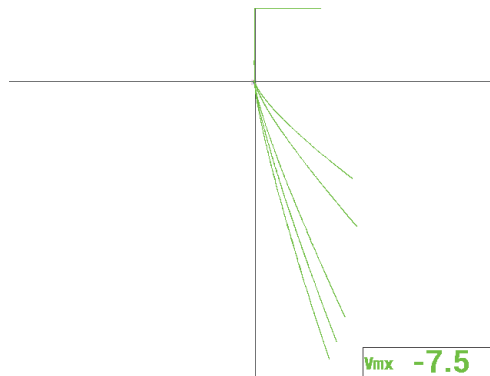

図 5-75 導電率と磁性浸透性の効果を表示
11. 全画面 /次へキー () を押して全画面モードを切り替え、続いてプローブを各試料に配置して、インピーダンスプレーンに導電率と磁性浸透性の効果を表示します (184 ページの図 5-75 を参照)。